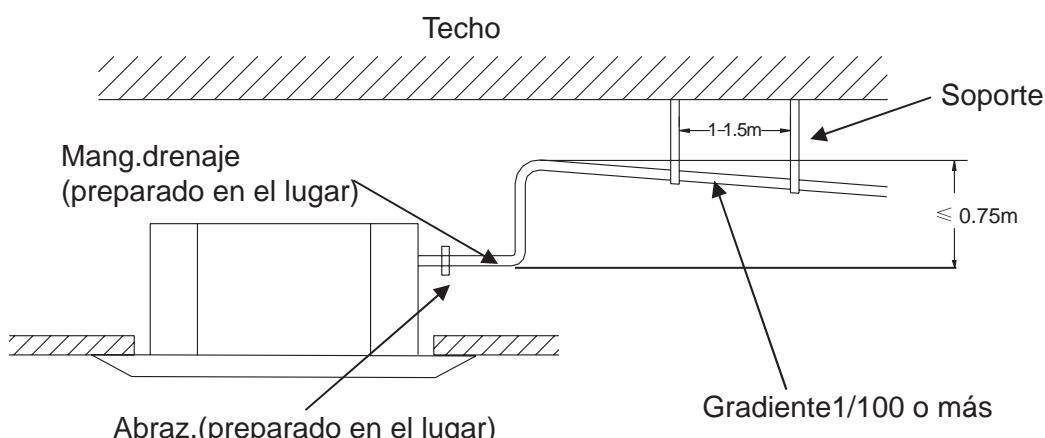

Fig.13
1. No levante el tubo de drenaje a una altura mayor de 0.75m, de lo contrario habrá riesgo de pérdidas de agua (Fig. 13).
2. Asegúrese de que el tubo de drenaje tenga una inclinación hacia abajo no inferior a 1/100, y de que no haya estancamiento de agua (Fig. 13).
3. Para sostener el tubo de drenaje, espacie los soportes cada 1 a 1,5 mm (Fig. 13).